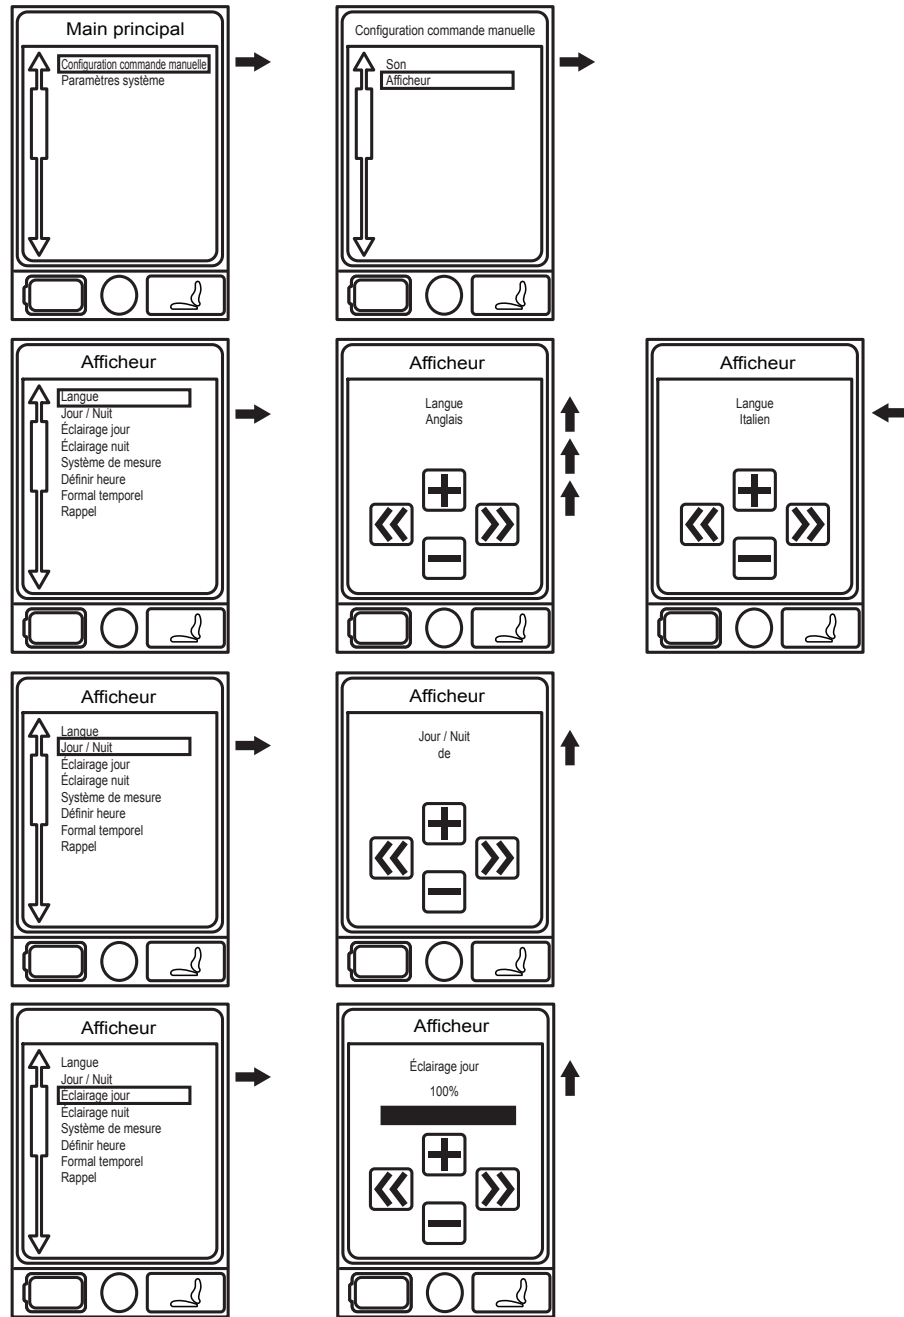

Figure 5A. Écran «Menu»
2. Pesez sur le bouton «Menu» pour accéder à l'écran principal. **Voir la figure 5A.**
3. Utilisez la manette pour sélectionner l'option «Réglages de la manette» puis poussez la manette vers la droite pour confirmer la sélection. **Voir la figure 5A.**
6. Poussez la manette jusqu'à ce que la langue désirée soit soulignée. **Voir la figure 5A.**